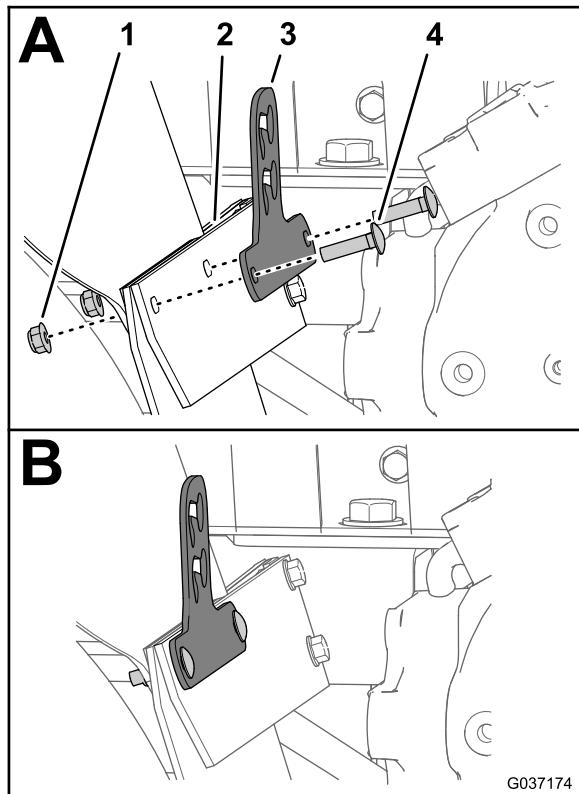

Bild 12
3. Befestigen Sie die Ventilbefestigung, Kotflügelhalterung, Schmutzfänger und den Kotflügel (**Bild 12**) mit den beiden Schlossschrauben (5/16" x 1¼") und zwei Sicherungsbundmuttern (5/16").